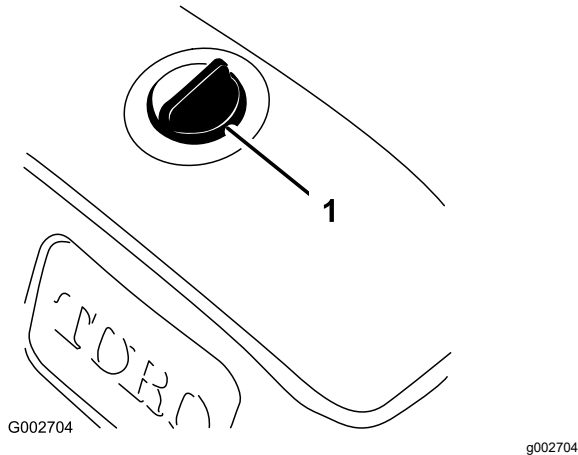

Figura 39
3. Limpie la zona alrededor del tapón del depósito hidráulico para evitar que entre suciedad en el depósito (Figura 39).